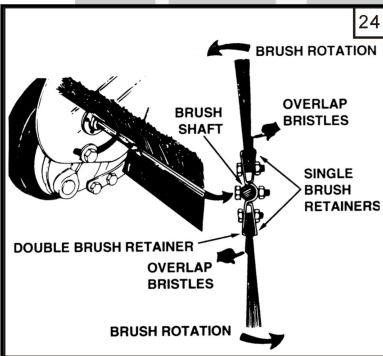

Abbildung 24:
2. (Abbildung 24) Schrauben lösen und Kontermuttern auf der Welle, entfernen Sie die Bürsten. Achten Sie auf, wie sie montiert sind und überlappen.
3. (Abbildung 24) Neue Bürsten montieren und sicherstellen, dass die Überlappung auf der gleiche Seite ist.